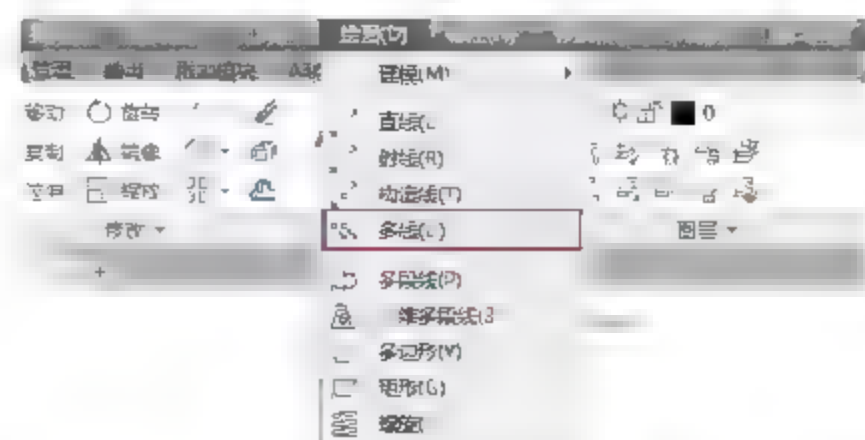

图3-28 选择命令
- 菜单栏：选择菜单【绘图】|【多线】命令，如图3-28所示。